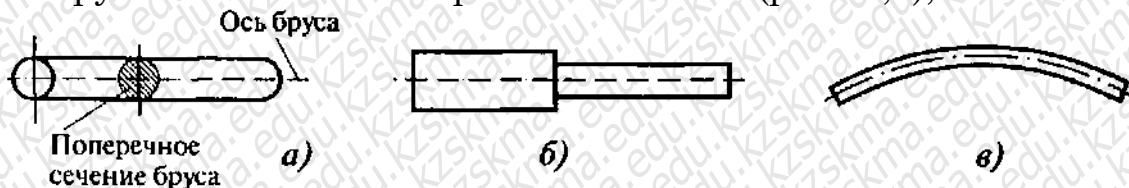

Рисунок 80.
- прямой брус постоянного поперечного сечения (рис.80,а);
- прямой ступенчатый брус (рис.80,б);
- криволинейный брус (рис.80,в).